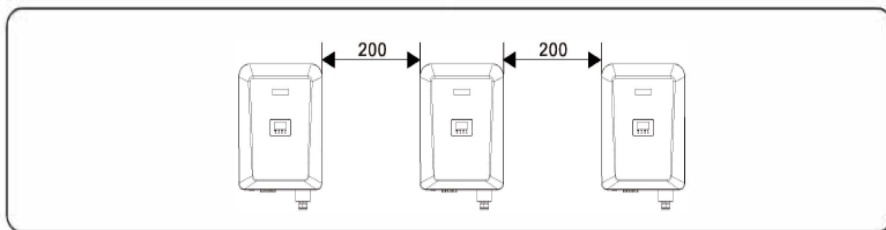
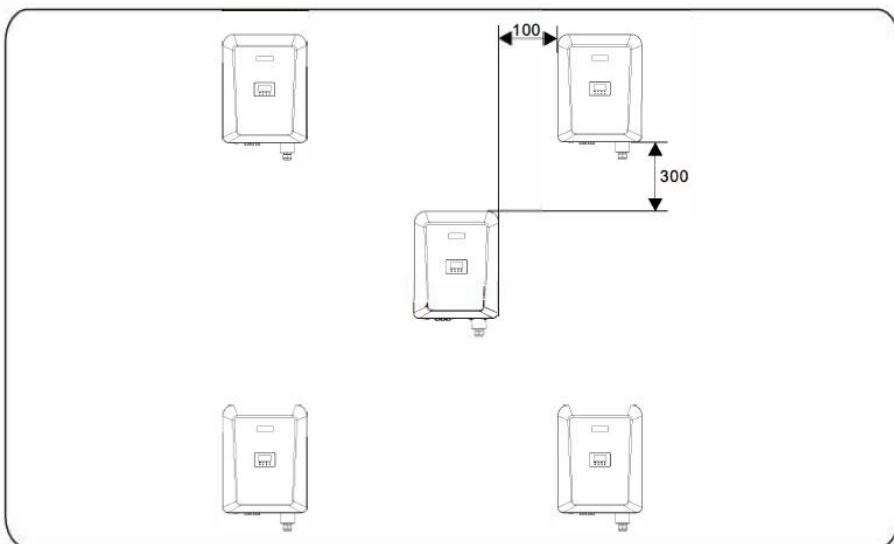
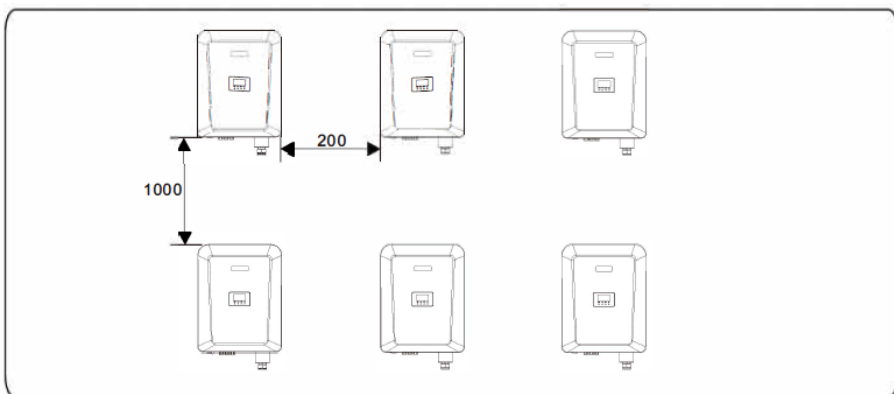

Figura 4.5 Instalación en la misma línea (unidad: mm)
Figura 4.6 Instalación en modo triangular (unidad: mm)
Figura 4.7 Instalación en modo apilado (unidad: mm)
- c. Al instalar varios inversores, instálelos a lo largo de la misma línea (como se muestra en la figura 4.5) si dispone de espacio suficiente, e instálelos en modo triángulo (como se muestra en la figura 4.6) o en modo apilado (como se muestra en la figura 4.7) si no dispone de espacio suficiente. Los modos de instalación garantizan un espacio suficiente para la instalación y la disipación del calor.